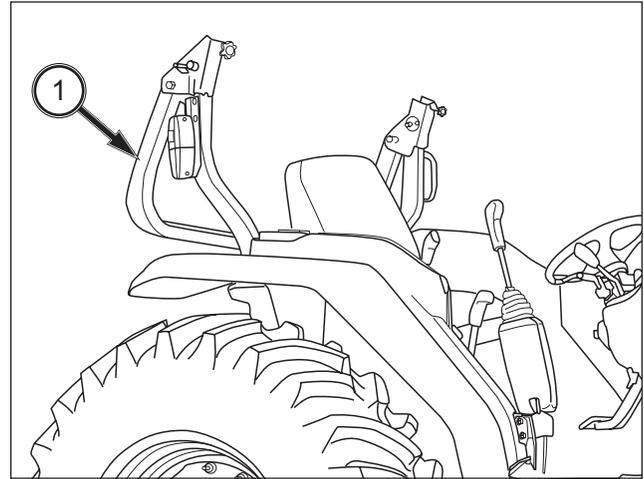

FIG. 98
**FIG. 98 :** Ce tracteur est équipé d'un arceau de sécurité de type ROPS (1) et d'une ceinture de sécurité. La ceinture de sécurité doit être portée en permanence pendant l'utilisation du tracteur et l'arceau de sécurité doit rester en position relevée et verrouillée.